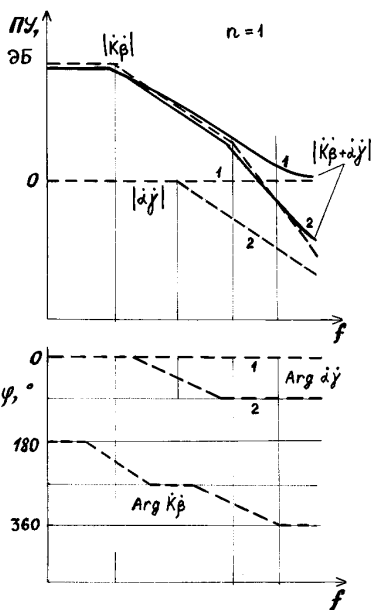

рис. 23
Отсюда видно, что если параметры ЕПОС остаются постоянными до самых высоких рассматриваемых частот (точнее, модуль  $\alpha\dot{\gamma}$  сохраняет единичное значение, а аргумент близок к нулю), то включение петель ЕПОС неизбежно приведет к нарушению устойчивости и самовозбуждению на частотах, вблизи которых сдвиг фазы в петле ООС равен  $180^\circ$  (рис.23, линии 1), т.к. модуль усиления в общей петле ОС увеличится на единицу на этих частотах, а фаза соответствует чистой ПОС. Причем это произойдет в любом усилителе, каким бы большим запасом устойчивости он не обладал, и с любым количеством  $n$  петель ЕПОС.
Чтобы этого не случилось, ЕПОС должна быть единичной лишь в пределах рабочего диапазона частот, где требуется максимальная компенсация искажений. За его верхней границей ее ПУ должно уменьшаться так, чтобы (41) соблюдалось (рис.23, линии 2). Получающийся при известных условиях сдвиг фазы в петле ЕПОС может превращать ПОС на высоких частотах в отрицательную ОС (подобно тому как ООС на тех же частотах превращается в ПОС), т.е. даже несколько повышать запас устойчивости. Поэтому при